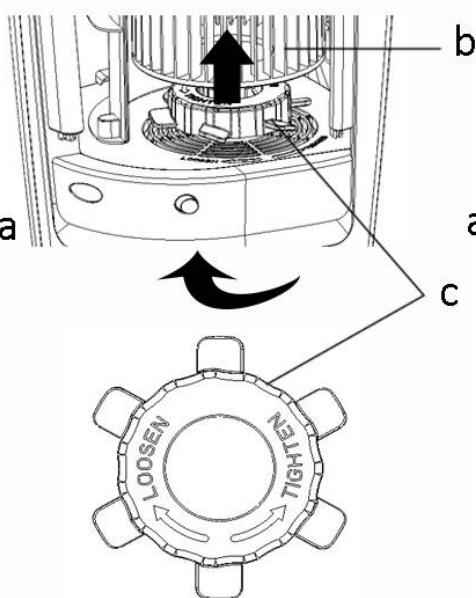

Abb. 2
- 2) Halten Sie das Windrad (b) fest und drehen Sie gleichzeitig die Mutter (c) in Richtung „LOOSEN“. Heben Sie dann das Windrad an, um es zu entfernen (Abb. 2).